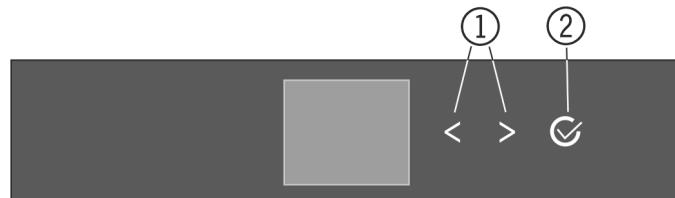
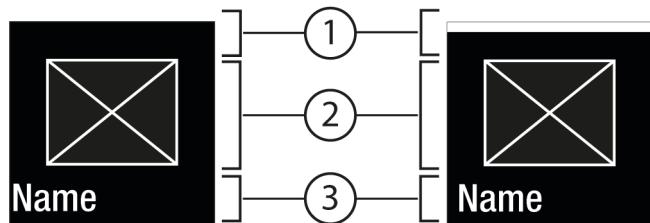
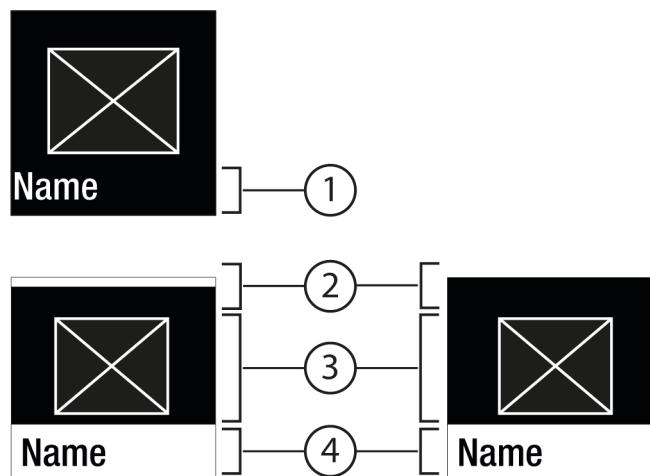

Fig. 5
Fig. 6
Fig. 7
(1) Navigační šipka doleva / (2) Potvrzení doprava
Navigační šipka doleva / doprava Fig. 5 (1):
Potvrzení Fig. 5 (2):
- Navigujte navigační šipkou doleva / doprava Fig. 5 (1).
- Pomocí Potvrzení Fig. 5 (2) vyvolajte podmenu Fig. 7 (4).
- Nastavení nové hodnoty: Vyberte pomocí Potvrzení Fig. 5 (2) deaktivovanou hodnotu Fig. 6 (1).
- Zpět do menu: Vyberte pomocí Potvrzení Fig. 5 (2) již aktivovanou hodnotu Fig. 6 (2).
- Tiskněte navigační šipky Fig. 5 (1), dokud se nezobrazí funkce.
- Stiskněte Potvrzení Fig. 5 (2).
- Navigačními šipkami Fig. 5 (1) zvolte hodnotu nastavení.
- ▷ Stav: aktivováno Fig. 6 (1) se krátce zobrazí v podmenu Fig. 7 (4).
- Tiskněte navigační šipky Fig. 5 (1), dokud se nezobrazí nastavení .
- Tiskněte navigační šipky Fig. 5 (1), dokud se nezobrazí požadované nastavení.
- Tiskněte Potvrzení Fig. 5 (2) 3 sekundy.